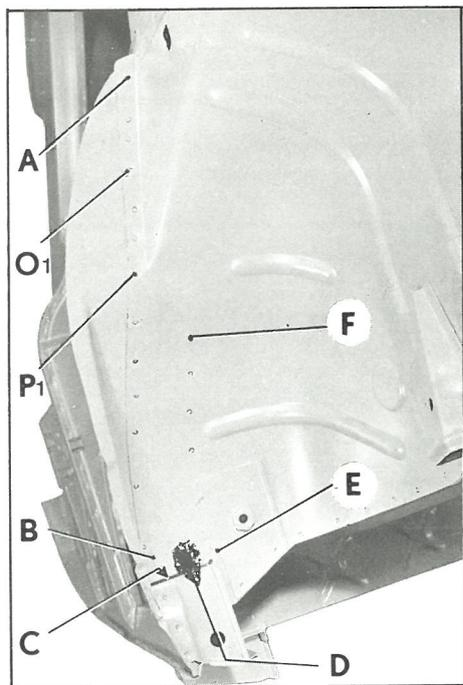

Fig. 1
en AB	(fig. 1)
en CD	(fig. 1) et symétriquement
en BC	(fig. 1)
- en AB (fig. 1)